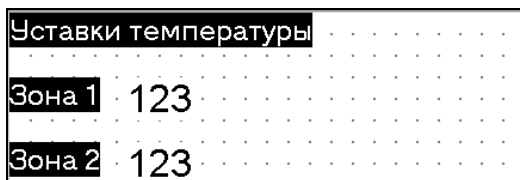

Рис. 7.10. Экран «Уставки»
- 11.1 Создать надписи «Уставки температуры», «Зона 1», «Зона 2» (см. рис. 7.10). Приемы ввода текста описаны в п. 4.1.1.